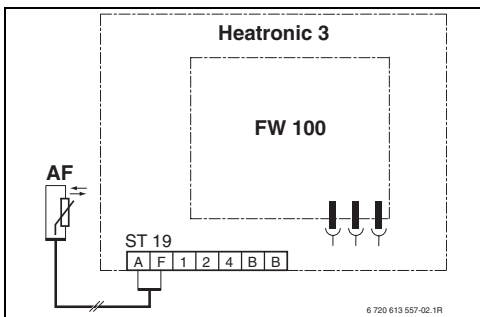

Fig. 14 Se montează termostatul la contactele magistralei în Heatronic 3 compatibil pentru conectare pe magistrală.
- ▶ Se efectuează racordul electric (→ Fig. 14 sau 15 la pagina 17).